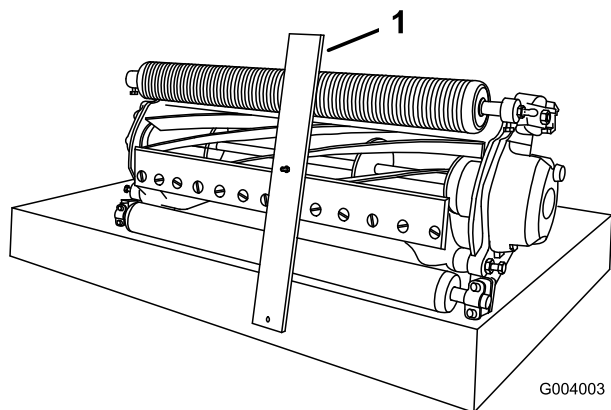

Figure 16
3. Accrochez la tête de la vis sur le bord tranchant de la contre-lame et appuyez l'arrière du gabarit contre l'arrière du rouleau (Figure 16).